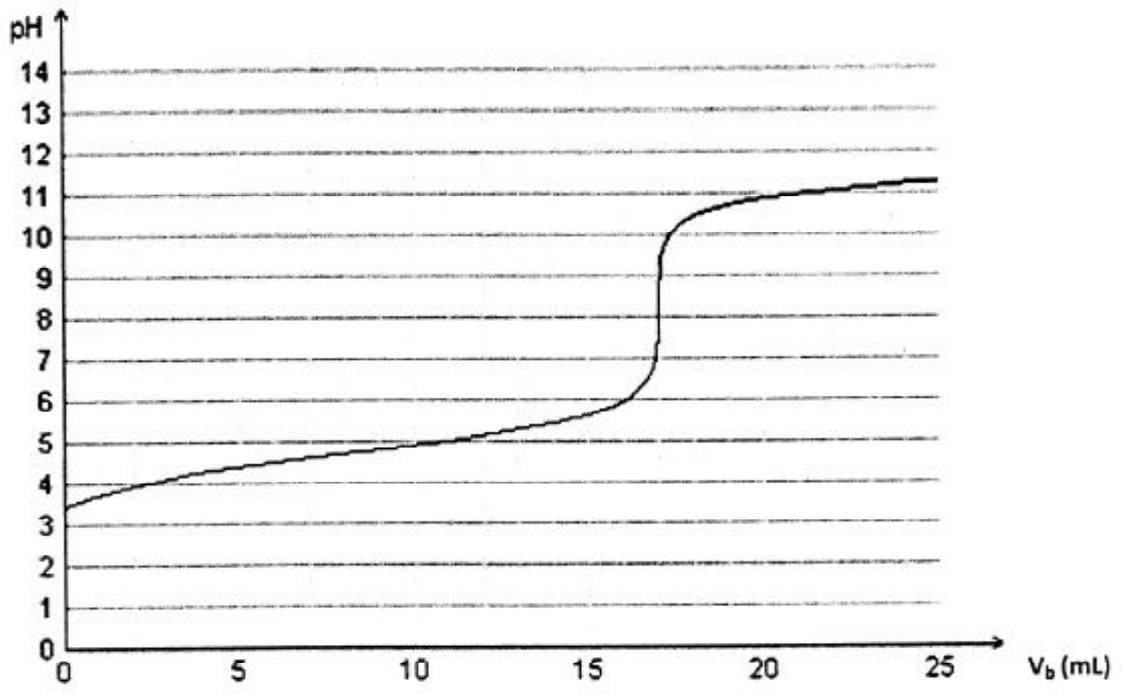

Figure 2
- 2.3. Le réglage initial de la burette étant correctement effectué, on réalise la courbe de suivi du pH en fonction du volume V_b de solution d'hydroxyde de sodium versé. On obtient la courbe $\text{pH} = f(V_b)$ donnée en **figure 2 de l'annexe page 8**.
- 2.3.1. Faire apparaître sur la **figure 2 de l'annexe à rendre avec la copie**, la méthode graphique utilisée afin de déterminer le volume V_{bE} versé à équivalence.